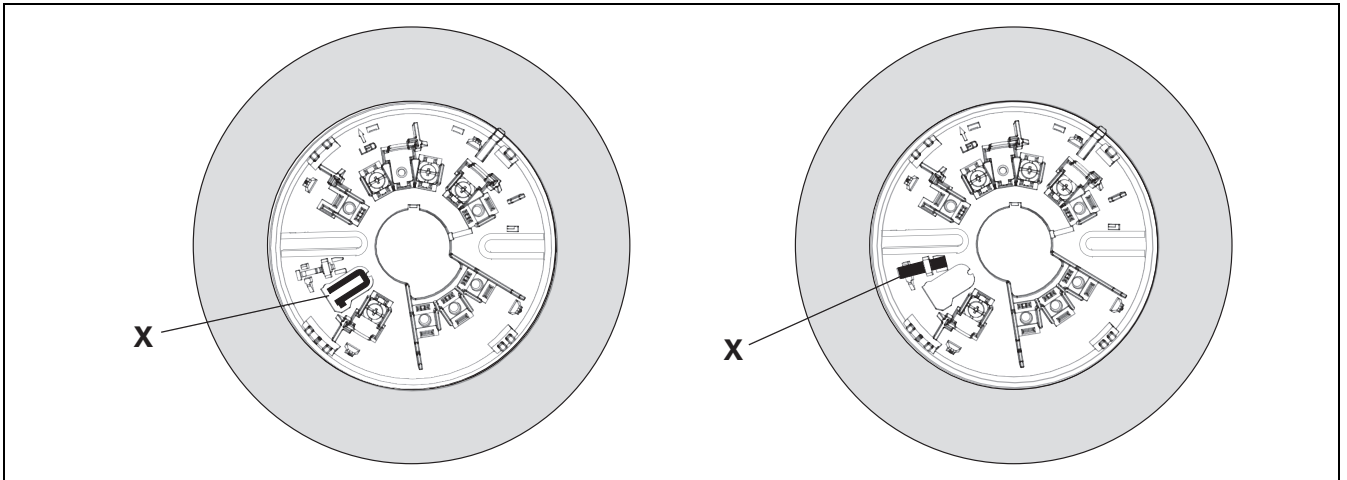

Figura 4.2 Activación del mecanismo de bloqueo
Las bases del detector incluyen una barra de bloqueo extraíble (X). De este modo, se evita la extracción intencionada del detector. El mecanismo de bloqueo es seleccionable. Para activarlo, mueva la barra de bloqueo en forma de U (X) hasta llegar a la posición indicada en la *Figura 4.2*.